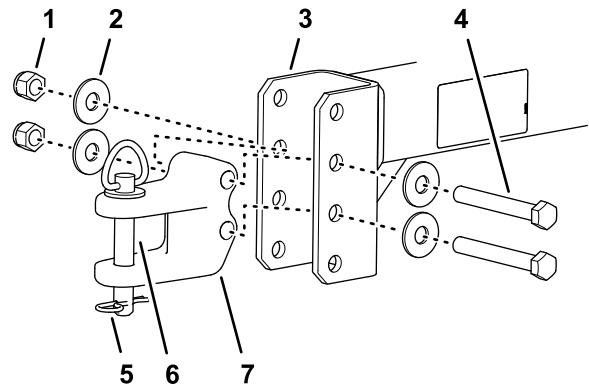

Bild 5
2. Verbinden Sie den Lastösenbolzen der Anbauvorrichtung mit 2 Bundkopfschrauben, 4 Unterlegscheiben und 2 Sicherungsmuttern mit der Zugdeichsel (**Bild 5**)
4. Befestigen Sie die Anbauvorrichtung mit dem Anbauvorrichtungsstift und dem Splint an der Deichsel (**Bild 5**).
1. Passen Sie die Position der Lastösenbolzen für die Anbauvorrichtung auf die Zugdeichsel an, damit die Zugdeichsel auf die Zugmaschinendeichsel ausgerichtet ist (**Bild 5**).